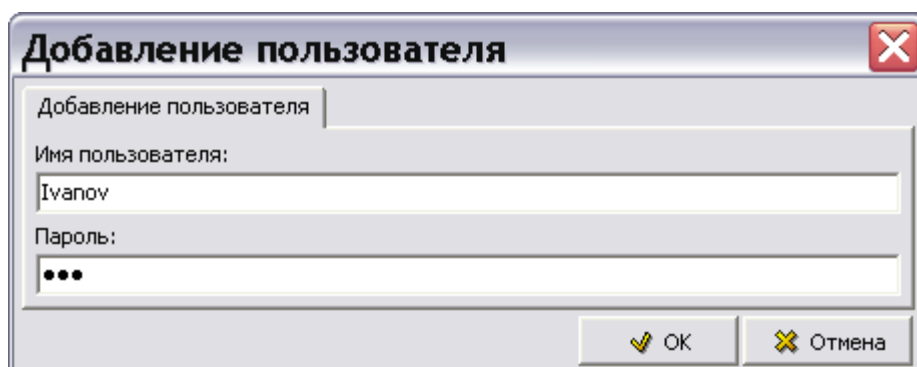

Рис. 195
4. Нажмите на кнопку **Добавить пользователя**  или в меню **Пользователи** выберите команду **Добавить пользователя**. При этом откроется окно **Добавление пользователя** (Рис. 195).